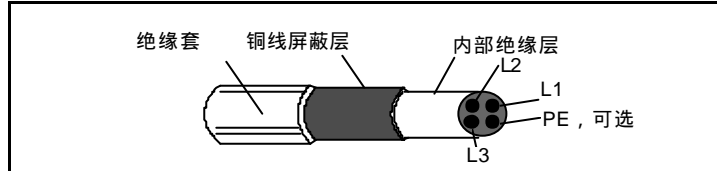

图 8 电机电缆屏蔽的最低要求 (例如 Iflex-Servo-FD 780 CP, Lappkabel or MCMK, NK Cables 电缆)
对电缆屏蔽层的要求是：完整细密，辐射率小。图 8 所示为一个有效电缆结构的例子。
* 应按照图 8 选择有效的电机屏蔽电缆。
对于 ACS 101-4K1-1 和 ACS 103-4K1-1，应按照图 8 选择电机电缆。
带滤波器 ACS100-FLT-C 或 ACS140-FLT-C 的导体辐射符合 EN 61800-3 (EN 50081-1) 中关于第一环境里非限制性配电的标准，电机电缆应有效屏蔽 (参见图 8)，且最大长度为 30m。
电机电缆长度见表 6，并应按照图 8 选择有效的电机屏蔽电缆。在电机末端应使用 EMC 电缆密封板（例如 ZEMREX SCG 屏蔽电缆密封板），将电机侧电缆屏蔽层 360 度接地。